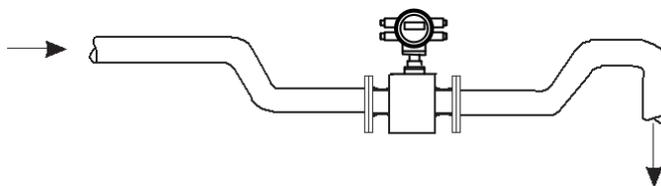

图 17
6. 开口排放的管道，应将电磁流量计安装在底段（管道的较低处），如图 17.